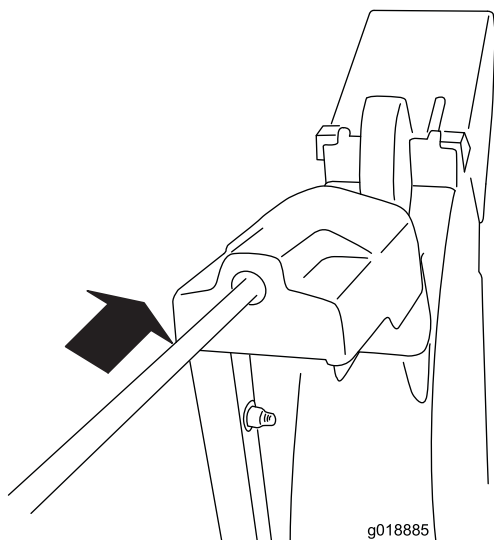

Figure 11
4. Insérez l'avant de la tige dans l'ouverture au dos du couvercle du secteur denté de la goulotte jusqu'à ce qu'il glisse dans le secteur denté (Figure 11).